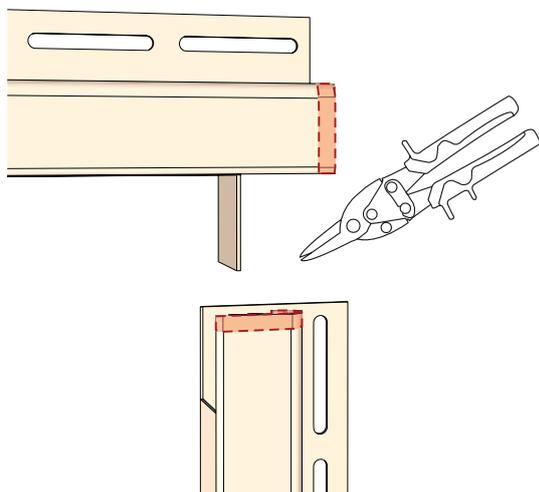
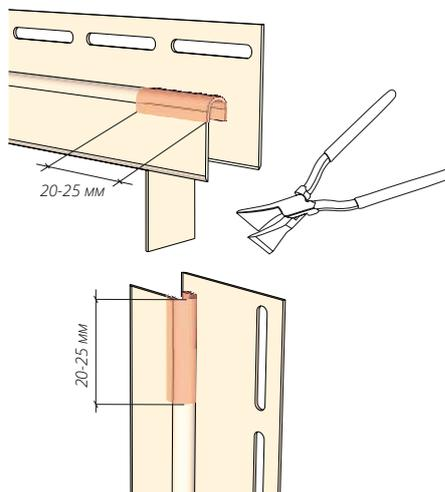

Рисунок 43
Рисунок 44
14.6 В случае если лицевые части J-профиля выступают, их нужно подрезать, подогнать (рис. 43). Обожмите края J-профиля (рис. 44) используя клещи. При соединении J-профиля под 45° обжим делать не нужно. Соединение с противоположной стороны J-профиля делается аналогично. После монтажа J-профили должны оставаться подвижными.